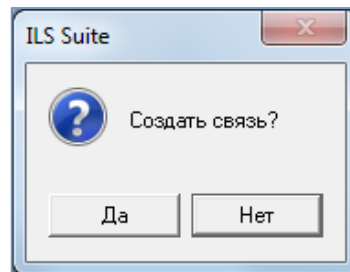

Рис. 10-295 – Диалоговое окно
4) Переместить с помощью мыши из окна «Логистическая структура» элементы ЛСИ «21.00.00-1-3:: Трубопровод в фюзеляже левый» и «21.00.00-1-4:: Трубопровод в фюзеляже правый» в окно «Функциональная структура» к функции «F21-01:: Отбор, подача и охлаждение рабочего воздуха» (1 и 2 на рис. 10-295). Отпустить кнопку мыши.